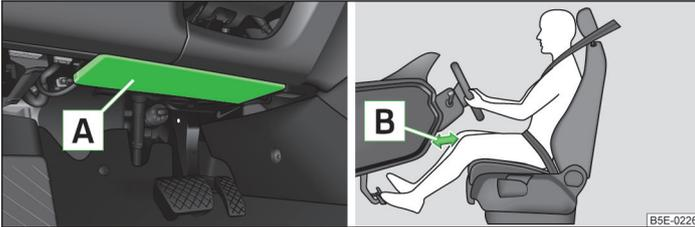

Abb. 166 Fahrer-Knieairbag unter der Lenksäule
Der Fahrer-Knieairbag **A** ist im unteren Teil der Schalttafel unter der Lenksäule untergebracht » Abb. 166.
- Den Fahrersitz in Längsrichtung so einstellen, dass der Abstand der Beine **B** zur Schalttafel im Bereich des Knieairbags mindestens 10 cm beträgt » Abb. 166. Falls es aus Gründen der Körpergröße nicht möglich sein sollte, diese Bedingung zu erfüllen, dann ist ein Fachbetrieb aufzusuchen.